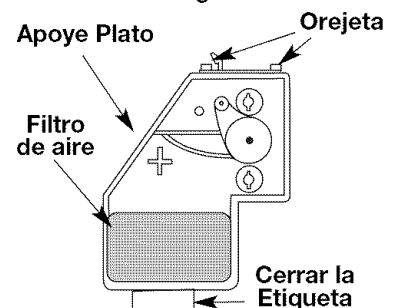

Fig. 31
7. Instale de nuevo la tapa del filtro de aire. Haga coincidir las ranuras que hay en la parte superior de la tapa del filtro de aire con las lengüetas de la parte superior de la placa posterior (Fig. 31).